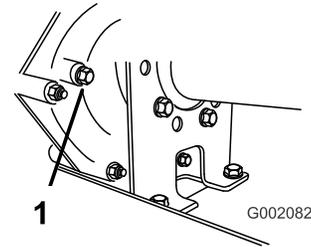

Bild 49
2. Nehmen Sie die Schraube aus dem Füllstand-Prüfloch heraus (**Bild 49**).